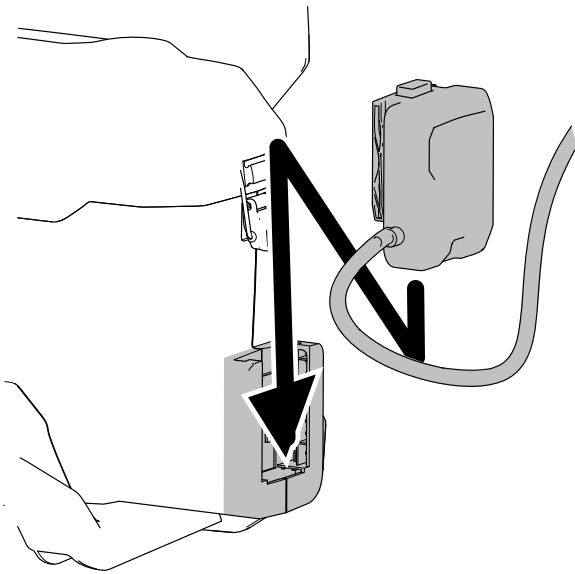

Figura 4
1. Alinee el conector de la mochila a la mochila y deslícelo en la mochila hasta que quede enganchado en el cierre (Figura 4).